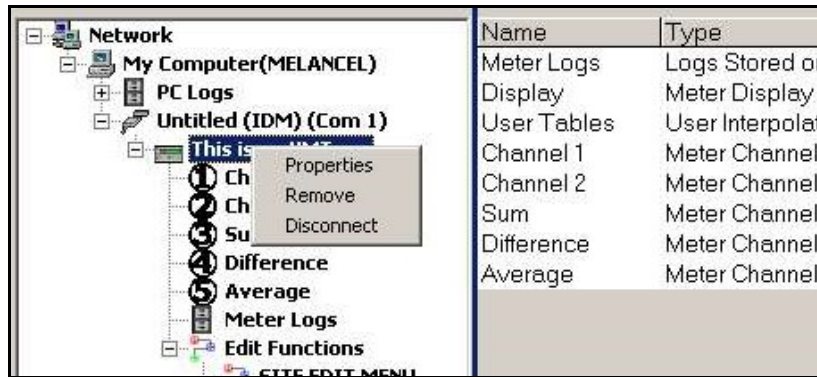

Figure 5: option *Properties* (Propriétés) du navigateur du débitmètre (*New Meter Browser*)
2. Faites un clic droit sur le XGF868i en surbrillance et cliquez sur l'option *Properties* (Propriétés), comme illustré *Figure 5*.